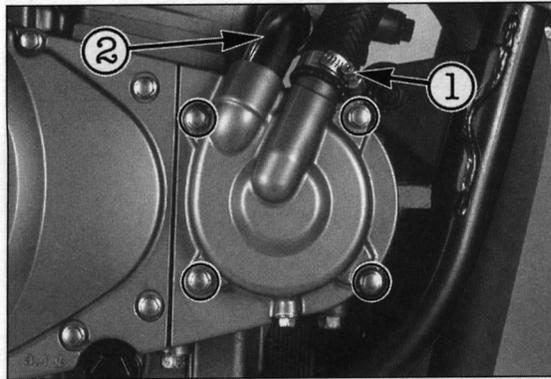

Bild 140
- Schlauchschelle (Bild 140) lösen und Kühlmittelschlauch ① von Pumpe abnehmen. Befestigungsschrauben der Pumpe ausdrehen. Pumpendeckel mit Kühlmittelrohr ② abnehmen.